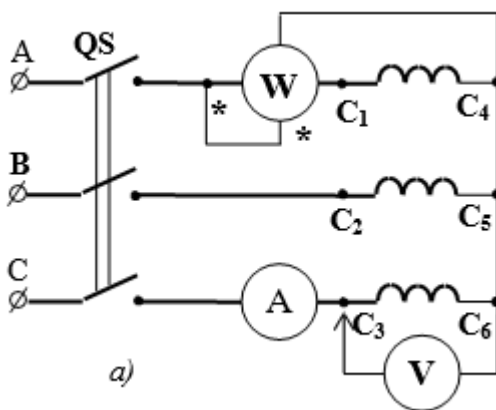

Рис. 10.9. Схема включения статорных обмоток АД при его лабораторном испытании под нагрузкой
- собрать схему рис. 10.9а с применением измерительного комплекта К505, либо набора приборов (по указанию преподавателя);